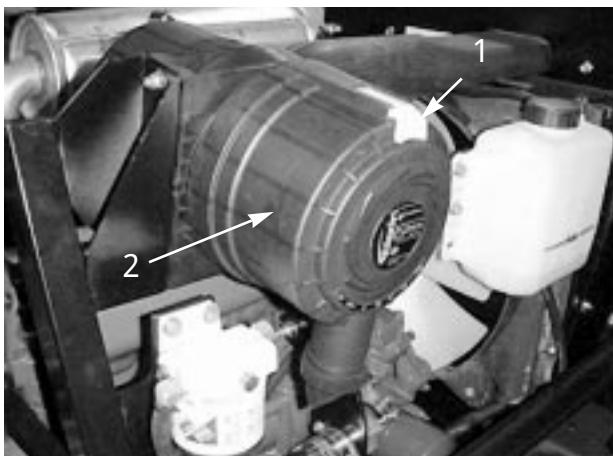

図28
400運転時間ごと、又はエアクリーナ・インジケータ(図28)が赤に変わったら直ちに、フィルタの手入れを行ってください。フィルタの手入れを余り頻繁に行うのはよくありません。
1. ラッチを外し、カバーを左にひねってボディーからはずし、カバー内部を清掃する(図28)
8. インジケーター（図28）が赤になっている場合はリセットする。